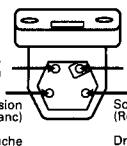

Fig. 2
(2) Branchements. Les broches de contact sont facilement identifiables grâce au code de couleurs correspondant aux normes internationales. Raccorder les quatre conducteurs de la tête de lecture aux broches correspondantes de la tête de lecture (voir Fig. 2).